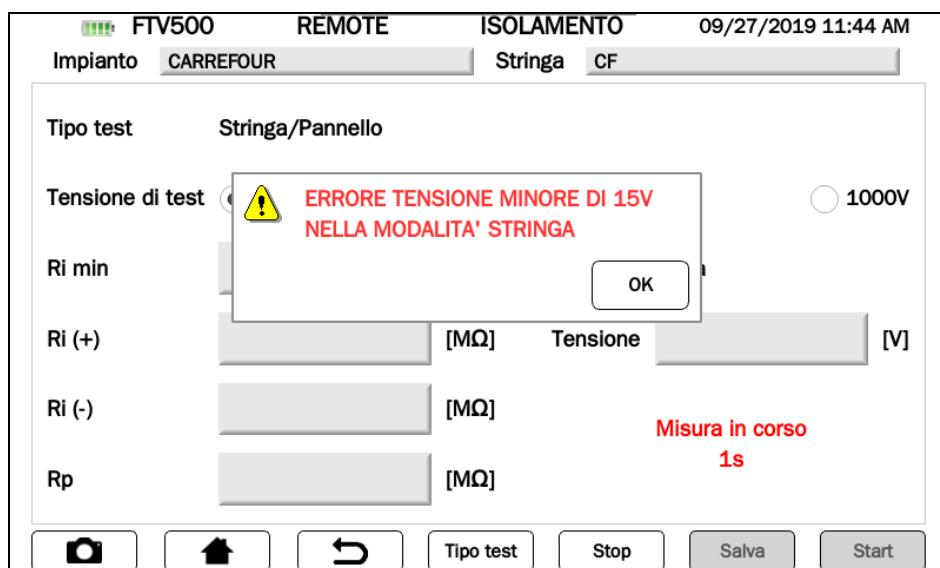

Figura 14.7.5-13: Schermata Errore tensione <15V
**ATTENZIONE:** Questa prova può essere effettuata solo su moduli o stringhe con tensione > 15V DC, nel caso la tensione non fosse rilevata dallo strumento verrà visualizzato il messaggio in Figura 14.7.5-13 e il test non verrà eseguito